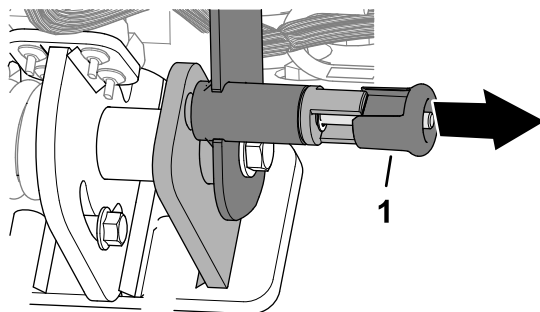

Figura 74
- Tirate la manopola di fissaggio della maniglia (Figura 74).